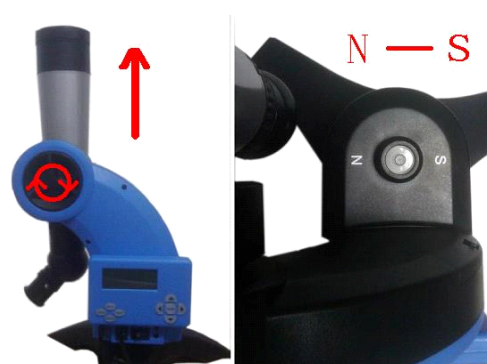

Abbildung 3
(1) die Höhenfeststellung lösen; das Teleskoprohr, wie in Abbildung 3 links dargestellt, direkt auf den Zenit ausrichten. Die Höhenfeststellung anziehen.
(2) die Montierung so aufstellen, dass die „N-S“-Markierung, wie in Abbildung 3 rechts dargestellt, auf den magnetischen Nord- bzw. Südpol der Erde ausgerichtet ist. Dafür kann ein Kompass erforderlich sein (im Lieferumfang enthalten).
(3) Stellen Sie die Montierung genau waagrecht auf, indem Sie mittels der Luftblase im Tischstativ die Höhe des Tischstativs bzw. des Dreibeinstativs regulieren.